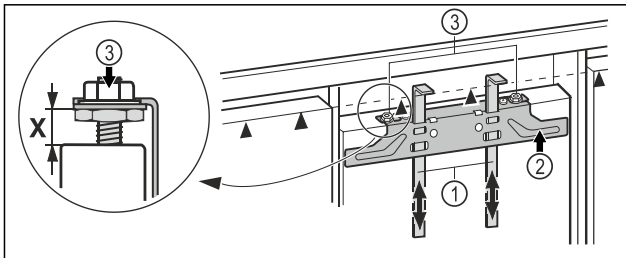

Fig. 20
- Montagehilfen Fig. 20 (1) auf Möbeltürhöhe hochschieben. Untere Anschlagskante ▲ der Montagehilfe = Oberkante der zu montierenden Möbeltür.
- Befestigungstraverse Fig. 20 (2) über die Kontermuttern Fig. 20 (3) abschrauben.